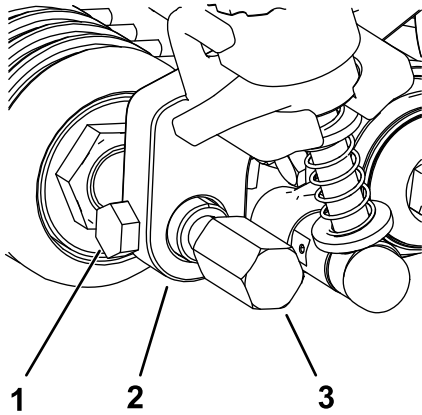

Bild 24
- Setzen Sie die Frontrollenwelle zwischen die Schnitthöhenhalterung mittig ein und befestigen Sie sie mit den zwei Befestigungsschrauben, die Sie von den alten Schnitthöhenhaltern entfernt hatten (**Bild 24**).
- Befestigen Sie die Groomer-Schutzvorrichtungen auf beiden Seiten der Frontrollenwelle (**Bild 24**).